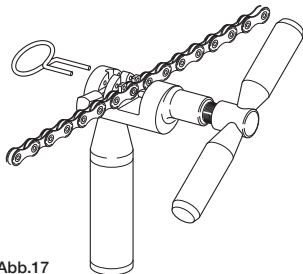

Abb.17
- Setzen Sie das Kettenglied, das verschlossen werden soll, beidseitig in den vorgeformten Sitz ein (**Abb. 17**).